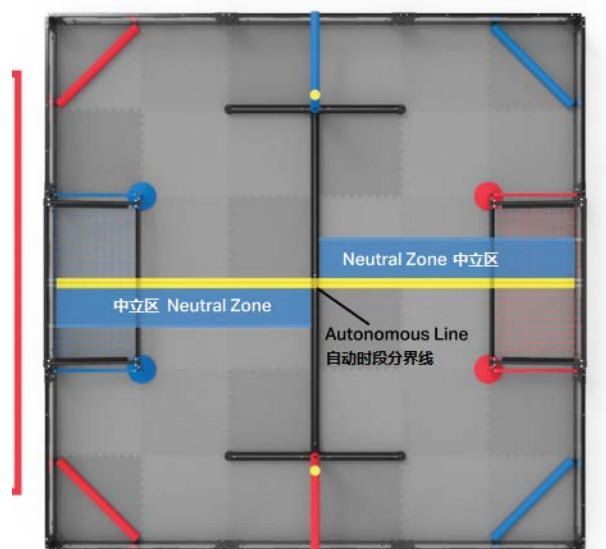

图 16 中立区（蓝色）和自动时段分界线（黄色）
**中立区**——由白色胶带线，障碍杆和围栏为边界构成的 2 个区域之一。中立区是灰色泡沫垫本身，不是三维空间。如图 16 所示。